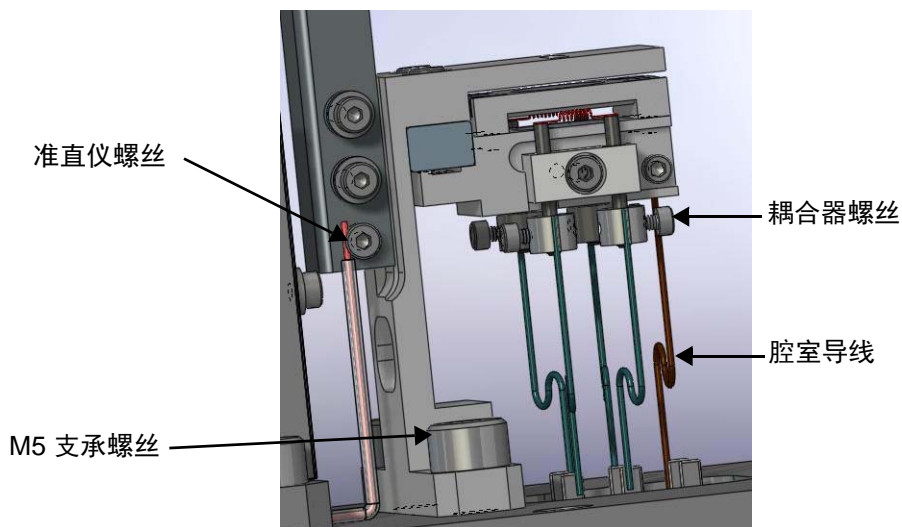

图 B-66 离子支承总成
11. 使用 M1.5 通用扳手旋松四颗耦合器螺丝、准直仪螺丝和腔室导线螺丝（图 B-66）。